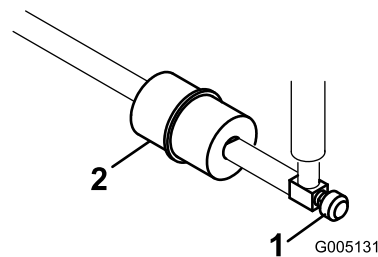

Рисунок 46
В топливном трубопроводе между топливным баком и карбюратором встроены проходной фильтр. (Рисунок 46). Убедитесь в том, чтобы стрелка на фильтре была направлена от топливного бака.
1. Закройте топливный отсечной клапан, снимите хомут шланга на обращенной к карбюратору стороне фильтра и отсоедините от фильтра топливный трубопровод (Рисунок 46).
2. Подставьте под фильтр сливной поддон, снимите оставшийся хомут и снимите фильтр (Рисунок 46).